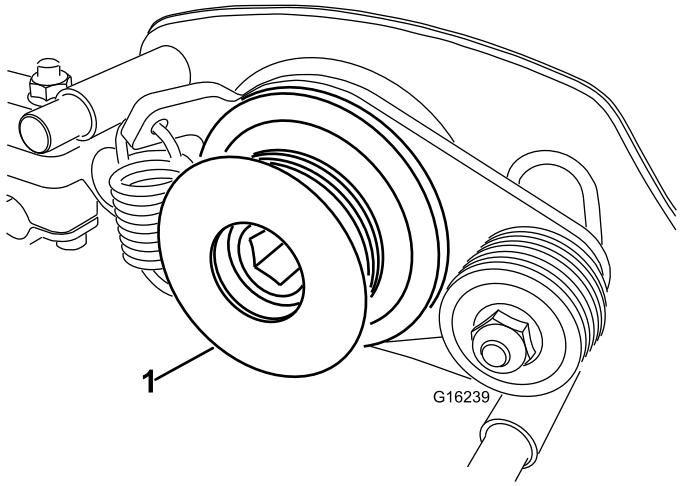

Bild 35
7. Entfernen Sie die angetriebene Groomerscheibe von der Spindelwelle (Bild 35).